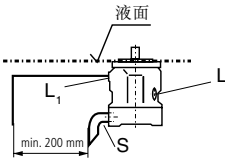

图 1
- 当油箱的最低液面和泵的安装法兰面同高或更高时，将“L”口堵死而将“L1”和“S”打开；推荐“L1”和“S”口如图1接上管道。